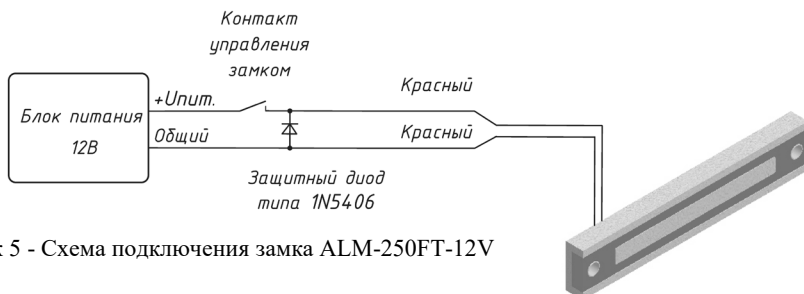

Рисунок 5 - Схема подключения замка ALM-250FT-12V
5.5 Проверить работоспособность замка, подключив его согласно схеме (рисунок 5 или 6).